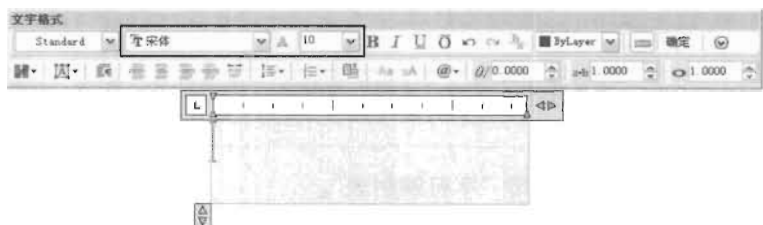

图 9-38
(1) 单击“绘图”工具栏中的“多行文字”按钮 ，打开“文字格式”编辑器，在其中选择字体为宋体，设置文字大小为 10，如图 9-38 所示。